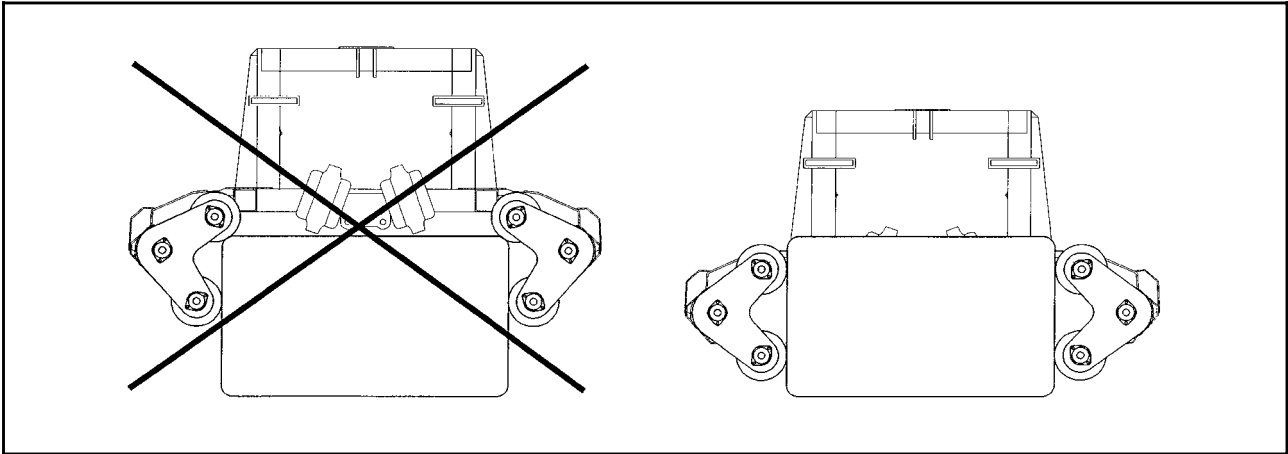

Bild 10-5
- a) Beim Laden von kleinen viereckigen Ballen ist zu beachten, daß die Tragwalzen so tief wie möglich abgesenkt werden, damit alle vier Walzen an den Seiten des Ballens greifen. Wenn zwei der Walzen über den Ballen geraten, kann die Maschine ihn nicht aufladen. (Abb. 10-5). Ggf. die Position der Rollen mit Hilfe der Begrenzungskette einstellen, siehe Kap. 10.1.
- d) Mitunter ist während des Wickelvorganges die Regulierung des Walzenabstandes erforderlich. Dies ist vor allem bei der Verpackung schlecht geformter und locker gepreßter Ballen nötig. Falls der Ballen unzureichend rotiert, wird der Walzenabstand durch die Betätigung der Taste **“WALZEN AUS” (7)** oder **“WALZEN EIN” (6)** auf der Steuereinheit reguliert. Die Regulierung des Walzenabstandes kann während des Verpackungsvorgangs vorgenommen werden.